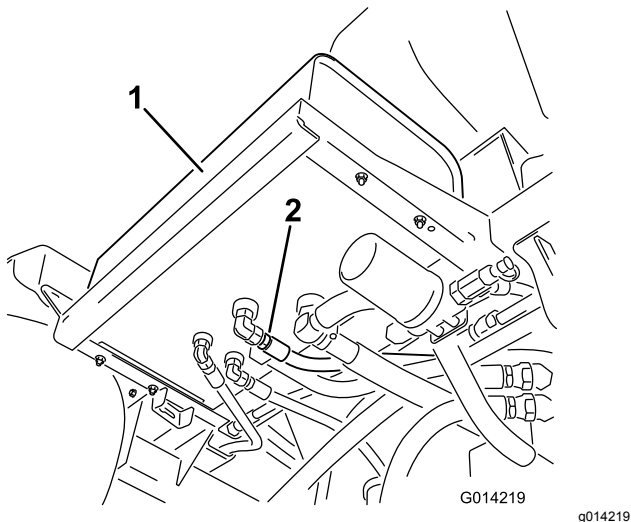

Bild 98
2. Reinigen Sie den Bereich um ein Hydraulikschlauch-Anschlussstück unten am Hydraulikölbehälter (Bild 98).
4. Nehmen Sie das Schlauch-Anschlussstück vom Behälter ab und lassen das Öl in die Wanne laufen (Bild 98).